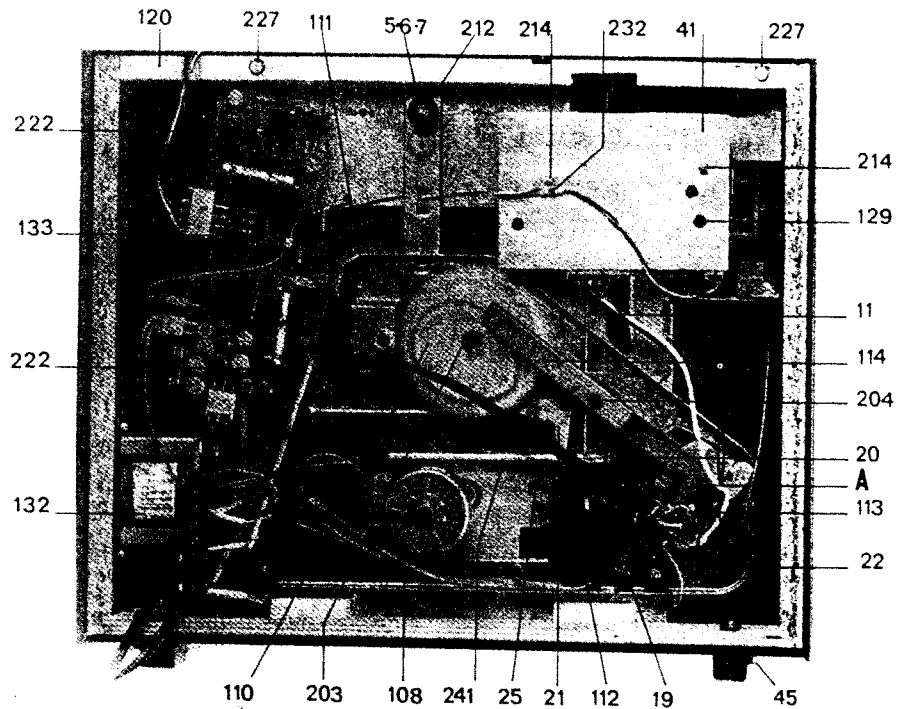
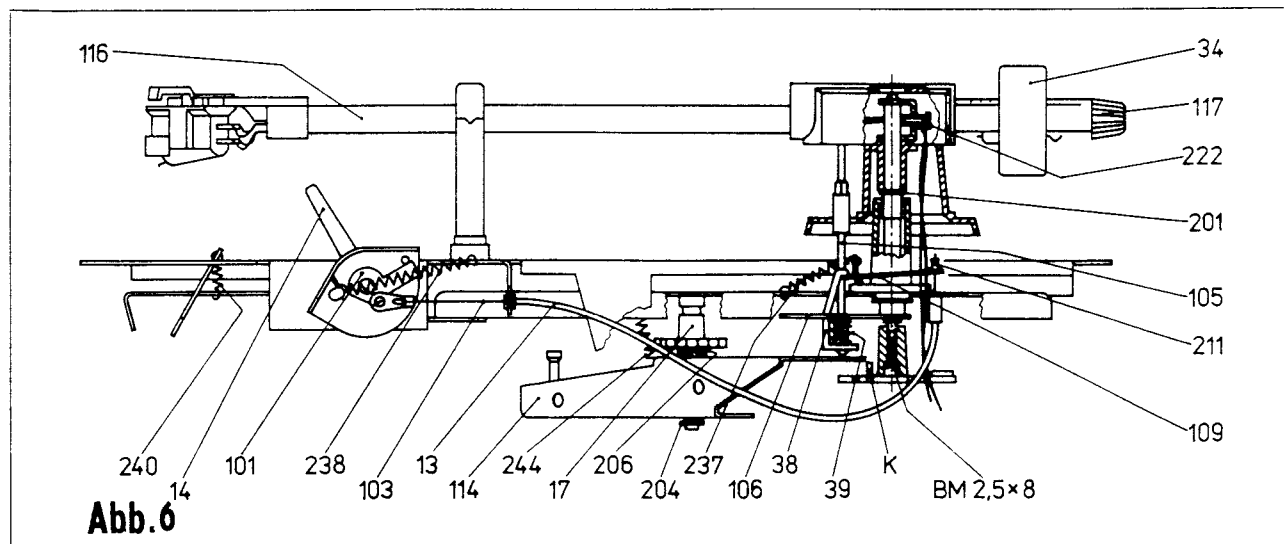

Abb. 3
Abb. 6
4.3.5. Tonarm (Abb. 6)
Nach Abziehen des TA-Gewichtes (34) läßt sich durch Druck von oben auf die Stellschraube die gesamte Justiereinheit (117) aus dem Lagergehäuse herauschnappen. Dann kann die Zylinderschraube (222) gelockert und der Tonarm vollständig (116) nach oben entnommen werden. Die Tonarmleitung ist vorher abzulöten. Liegt ein Fehler an der Anschlagscheibe vollständig (106) vor (z. B. am Hubstück [38], am Aufsetzstift [105], an der Tonarmachse), kann diese Baugruppe nach Abschrauben des Lagerkörpers (113) (Abb. 3) und Entfernen der Sicherungsscheibe (201) ausgetauscht werden. Bei der Montage ist die Zylinderschraube (222) im Lagergehäuse vorerst nur leicht anzuziehen und die Tonarmachse bis zum inneren Anschlag zu schwenken. Dann muß der Tonarm so auf der Tonarmachse verdreht werden, daß die Abtastnadel einen Abstand von $R = 46 \pm 1$ mm von der Tellerachse hat (Etikett der LB 49 hat $R = 45$ mm). Nun ist die Zylinderschraube festzuziehen.
4.3.7. Steuerkurve (Abb. 3)
Sie erfolgt nach dem Zusammenbau in Startstellung der Steuerkurve (siehe Abb. 3). Mittels Justiermutter (17) wird die untere Kupplungsfläche der Wippe bündig zum benachbarten Kontrollstift (K) (Abb. 6) justiert. Die Justage ist in Ordnung, wenn sich beim Ein- und Ausschwenken des Tonarmes die Wippe 0,1...0,4 mm von der Lagerstelle an der Justiermutter abgehoben hat.
In Abspielstellung des Gerätes kann die Höhe der Federsteller (5) justiert werden. Die Montageplatte soll bei aufgelegter 30-cm-Platte waagrecht und senkrecht etwa 1 mm frei schwingen können. Es ist zu kontrollieren, ob die Federn (6) und die Dämpfungsringe (7) unverkantet montiert und die Leitungen entsprechend Abb. 3 verlegt sind, damit Schwingungen von Motor und Umgebung nicht direkt auf Plattenteller und Tonarm übertragen werden können.